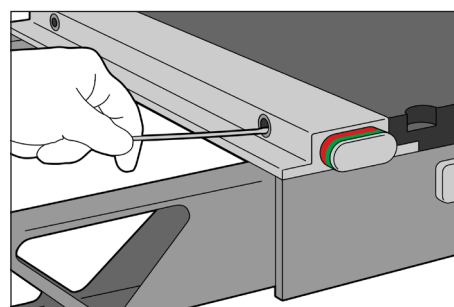

Fig. 3
3. Anvend tørre vatpinde til at rengøre modtagerhullerne indvendigt. (Fig. 3)
5. Anvend tørre vatpinde til at fjerne løse fnug og restmaterialer. (Fig. 3)